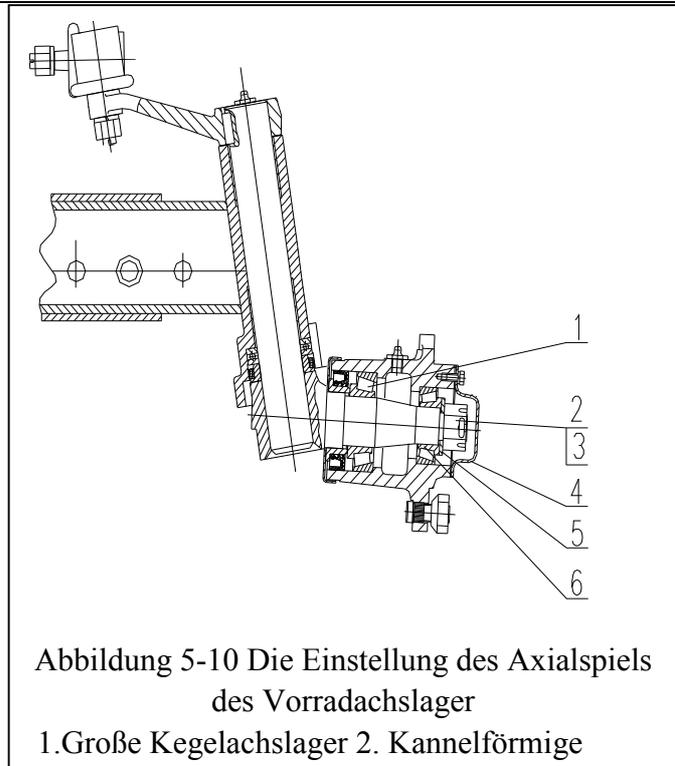

Abbildung 5-10 Die Einstellung des Axialspiels des Vorradachslager
- Die Einstellung des Axialspiels des Vorrachslager (Abbildung 5-10)